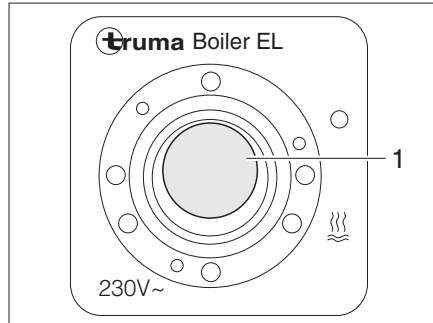

Fig. 120 Commutateur à bascule pour le chauffe-eau Truma (régime électrique 230 V)
- Mettre le commutateur à bascule (Fig. 120,1) en marche. Le voyant de contrôle placé sur le commutateur s'allume. L'eau contenue dans le chauffe-eau est réchauffée à 65 °C.
- Mettre le commutateur à bascule (Fig. 120,1) sur "O". Le voyant de contrôle placé sur le commutateur s'éteint.
- Placer l'interrupteur tournant (Fig. 119,3) de l'unité de commande (Fig. 119) sur "O" (Fig. 119,4) ou régler le commutateur à bascule (Fig. 120,1) sur "O".